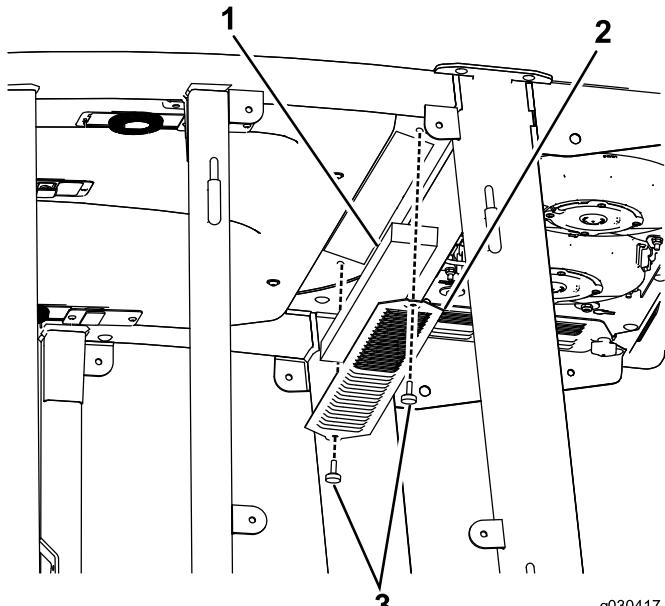
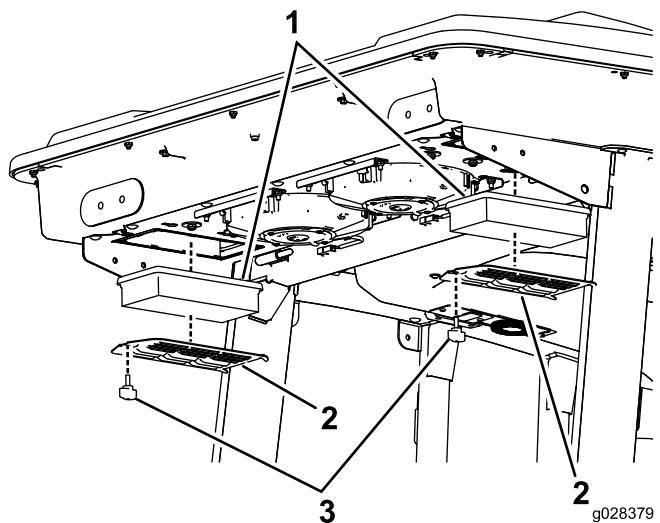
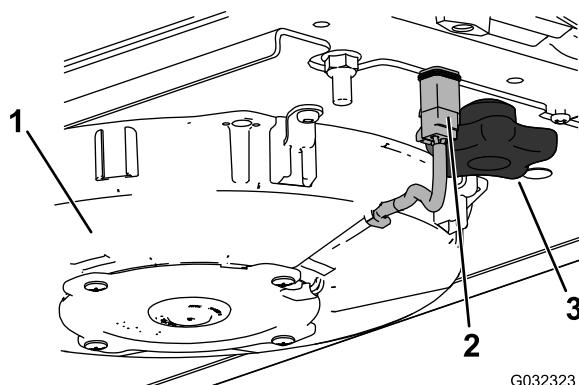

Figura 56
Figura 57
Figura 58
1. Remova os parafusos de aperto manual e as grelhas dos filtros de ar interior e traseiro da cabina (Figura 56 e Figura 57).
2. Desligue o fio para cada uma das ventoinhas (Figura 58).
3. Retire os 2 manípulos e o conjunto da ventoinha (Figura 58).
5. Retire os filtros de ar (Figura 57).
7. Instale os filtros de ar, painel e conjunto da ventoinha (Figura 57, Figura 59 e Figura 58).
8. Ligue o fio de cada uma das ventoinhas (Figura 58).